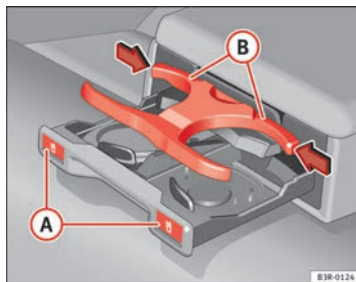

Fig. 131 Portabebidas en el reposabrazos trasero
- Pulse sobre el símbolo A ⇒ fig. 131.